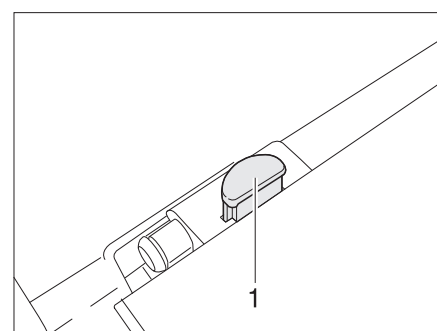

Fig. 34 Bloccaggio del piano del tavolo
- Sul bloccaggio del piano del tavolo premere il bottone di sbloccaggio (Fig. 34,1).